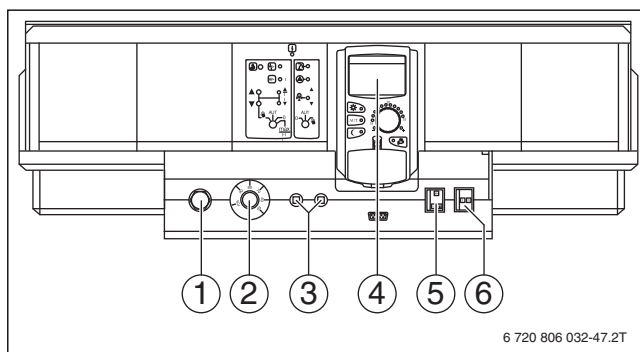

Рис. 3 Система управления, здесь Logamatic 4321
Включите котёл пусковым выключателем на системе управления (рис. 3: Logamatic 4321). При включении системы управления запустите горелку в автоматическом режиме. Затем горелка может стартовать от системы управления.
Выключите котёл пусковым выключателем на системе управления (например, Logamatic 4321, → рис. 3, стр. 6). При выключении системы управления горелка выключается автоматически.
- ▶ Установите пусковой выключатель (→ рис. 3, [2]) в положение „0“ (ВЫКЛ).